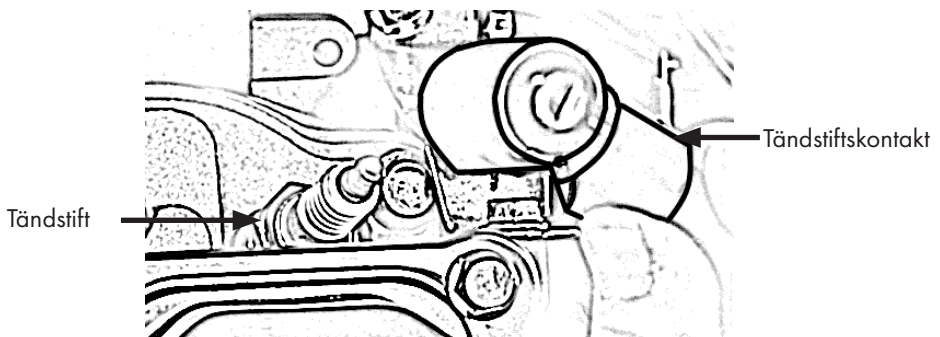

Bild 24
- Ta bort tändstiftshatten, bild 24.